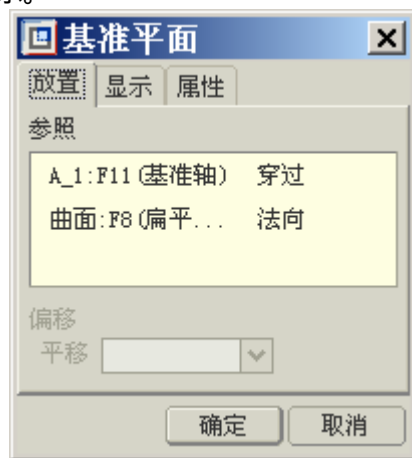

图 36-15
(3) 单击特征工具栏中的按钮 ，打开【基准平面】对话框。
(4) 按下 CTRL 键，分别选中基准轴 A_1 和展平的曲面，相应设置属性为“穿过”、“法向”，如图 36-15 所示。